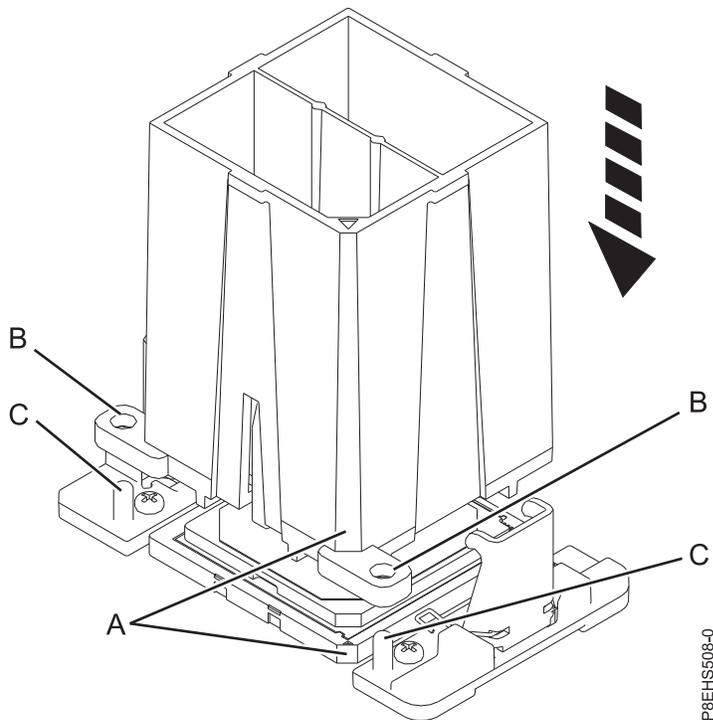

図 183. 取り外しツールをシステム・プロセッサ・モジュールの上を下ろす
- a. 提供されている取り外しツール (部品番号 01AF101) を使用して、ツールの斜めになっている隅 **(A)** を、システム・プロセッサ・モジュールの斜めになっている隅と位置合わせします (165 ページの図 183 を参照)。